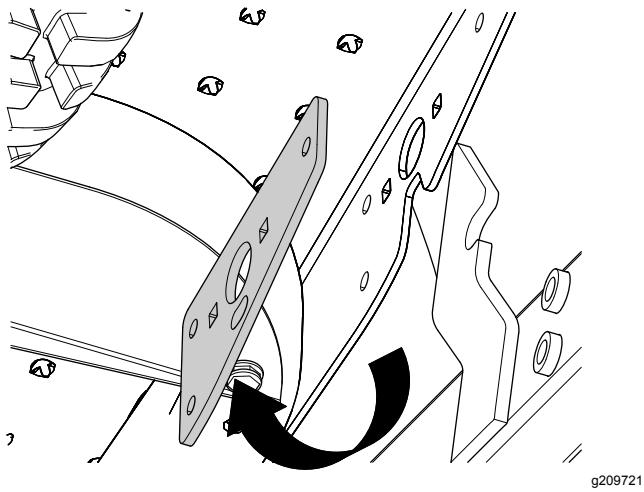

Figure 8
5. Sur le côté intérieur de la bride du repose-pied, alignez les 3 trous du support et les 3 trous de la bride (Figure 8).